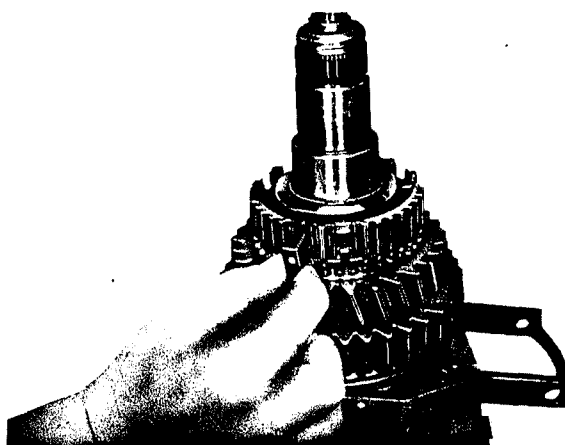

Fig. 32
12. Poser la bague de synchronisation (402) sur le cône de l'engrenage de la 2e vitesse (la denture orientée vers le bas). Porter le synchroniseur (416) à une température d'environ 80°C et l'emmancher à force avec la douille „10“. Engager le jonc d'arrêt (415) qui doit bien serrer dans son logement. Les joncs d'arrêt ont les épaisseurs disponibles suivantes: 2,4 et 2,5 mm.
13. Coller avec de la graisse dans les alésage du synchroniseur (fig. 32) chaque fois un ressort de pression (406), un axe à rotule (405) et un ressort de pression (404).